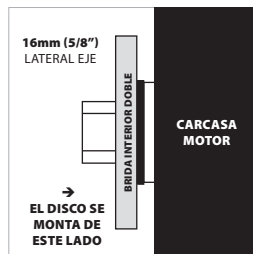

Fig. 40f
- Una vez "dada la vuelta" a la brida, la elevación del anillo de 25,4 mm (1") estará orientada "hacia el interior" mirando al motor. Esto permite disponer de un eje de 16 mm (5/8") en el otro lado (**Fig. 40f**).